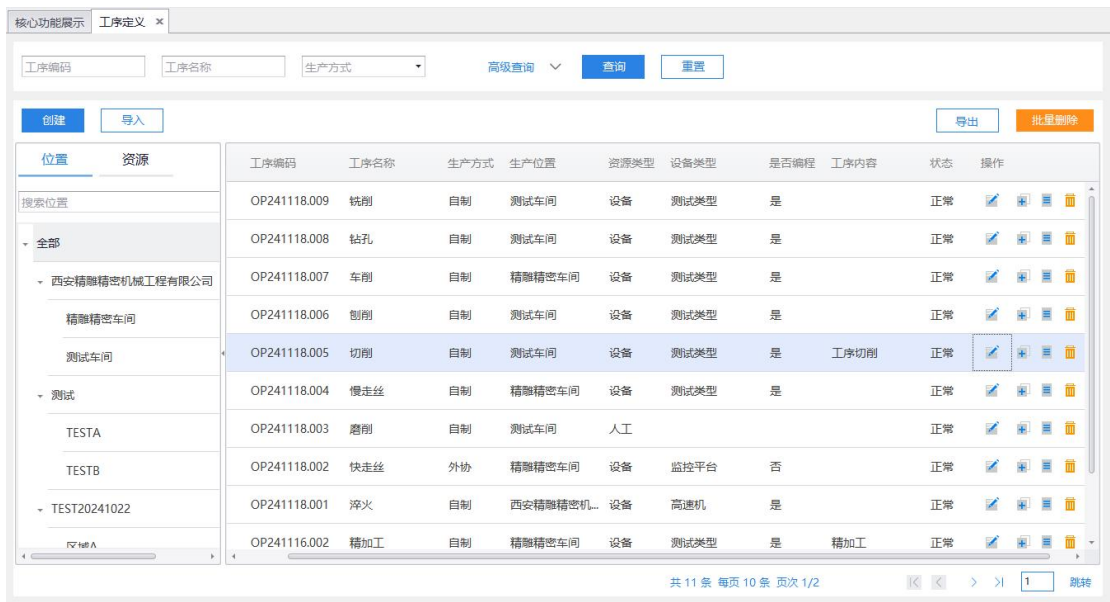

图 2-10-5-1 工序定义主界面
- 工序信息数据展示区包括：修改、复制、详情、删除；如图 2-10-5-1 所示。
2.1 创建：点击“创建”打开创建工序定义信息界面，如图 2-10-5-2 所示。输入工序信息后，点击“确定”，工序信息创建成功，同时可勾选配置质检信息，也可进行附件信息上传等操作。